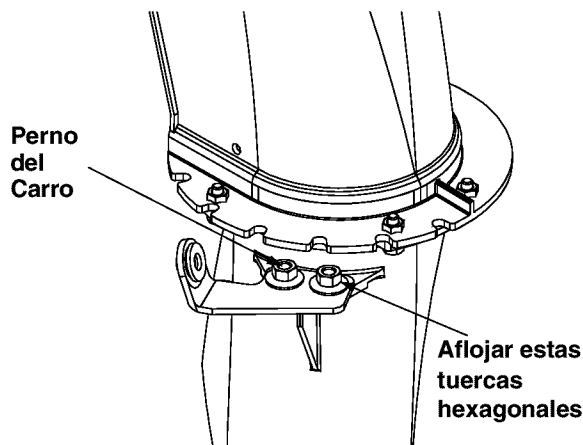

Figura 6
- Aflojar las dos tuercas hexagonales que aseguran la ménsula inferior de soporte del control direccional (ver el recuadro de la Figura 6) al armazón de limpiadora de nieve.
- Colocar una arandela plana, del grupo G, sobre el extremo del control direccional de la canaleta, a continuación insertar el control direccional de la canaleta dentro del orificio en el manguito plástico en la ménsula de la canaleta. Ver la Figura 6.